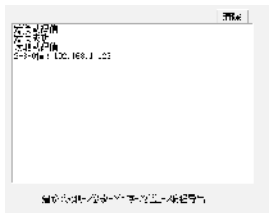

图 1
(1) 在功能码下拉选中“2- IP设置”，再在主码中选中“3 中心IP地址”，再选中从码中的“中心IP地址”，点击修改，如右图所示。
(2) 在编程值中填入“192.168.1.123”，数量为1（数量为要修改的从码数量，从当前从码开始往下数），点击确定。再点击主界面的“保存”。
(3) 在主界面的“配置”-“范围”中选中“当前从码”，如下图。
(4) 完成上述操作后，点击“发送编程命令”，即可完成编程。此时状态处会显示如图1。